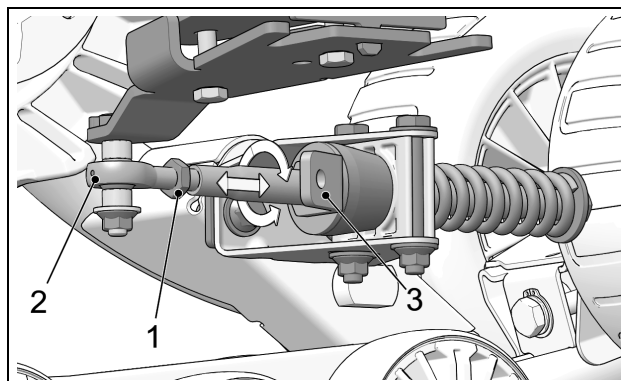

Figure 6
- Desserrer le contre-écrou (1) de l'embout à rotule. Ajuster la longueur de l'embout (2) en tournant le support de limiteur de conduite (3) au bras stabilisateur à l'aide d'une clé 30 mm jusqu'à ce que la bulle du niveau soit parfaitement centrée. Voir la Figure 6.